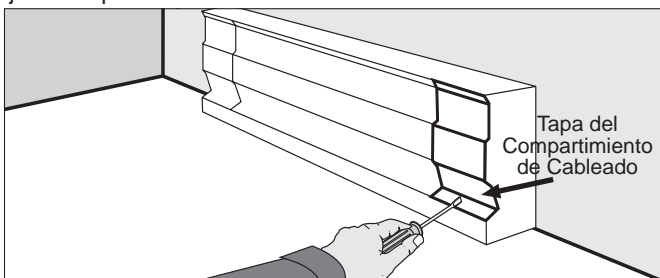

Figura 2
2. Retire la tapa del compartimiento de cableado quitando el tornillo (Consulte la Figura 2). Dicho compartimiento es una caja de conexiones aprobada sólo para el zócalo. No se requiere una caja de empalmes adicional.